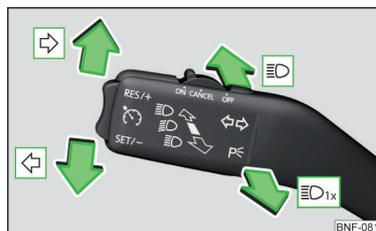

Fig. 39
**Posiciones de la palanca de mando » fig. 39**
➤ Presione la palanca de manejo hasta el tope en la posición  o  » **fig. 39 de la pág. 51.**